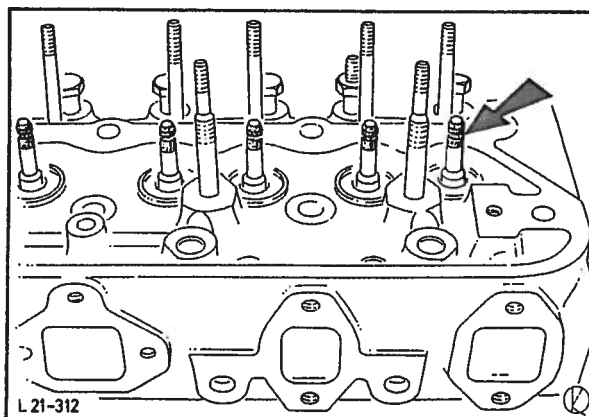
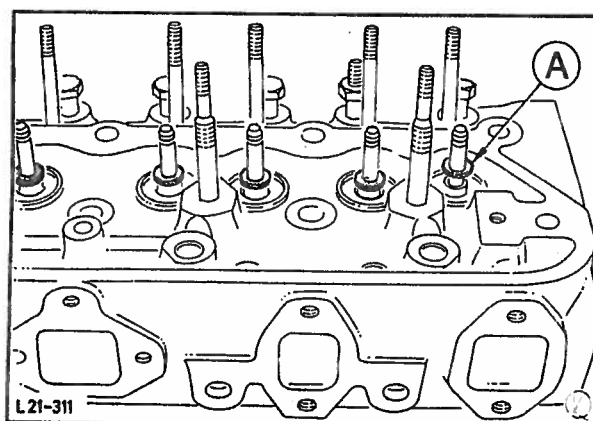

Fig. 134 Monter limbånd på ventillåsenes spor.
Fig. 135 Monter oljekasterringen.
5. Påfør olje på ventilene og sett dem inn i topplokket. Monter limbånd over ventillåsenes spor, fig. 134. Monter tetningsringen på ventilstammen opp til stopperen, fig. 135 og ta vekk limbåndet. Monter ventilfjærene og tallerknene. Bruk ventilfjærklemmen og monter ventillåsene. Kontroller at ventillåsene ligger riktig an.